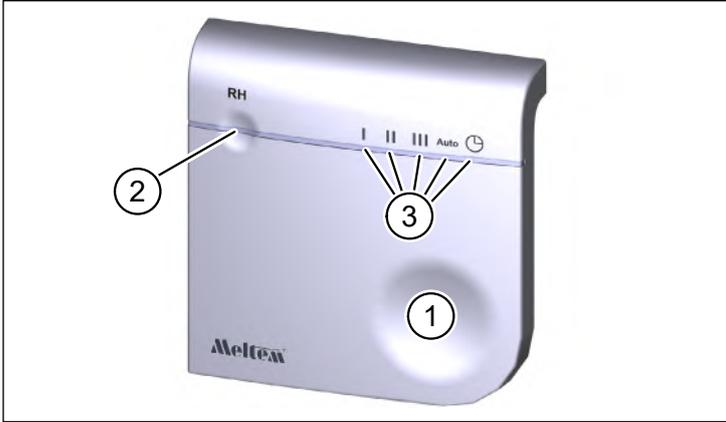

Abb. 1: Externer Funksensor Feuchte
| Pos. in Abb. 1 | Beschreibung |
Der Funksensor Feuchte dient zur kabellosen Bedienung von Lüftungsgeräten der Serien M-WRG-II und M-WRG ab Bj. 2020 (jeweils außer Typen RS-485). Gleichzeitig lässt sich die Feuchte an einem von Ihnen gewählten Montageort bestimmen, der innerhalb der Funkreichweite liegen muss. Die Lüftungsprogramme „Feuchteregelelung“ bzw. „Automatikbetrieb“ nutzen die übertragenen Messwerte, um die Luftleistung des Gerätes automatisch an den Lüftungsbedarf anpassen zu können. Pro Lüftungsgerät lässt sich ein Funksensor Feuchte anmelden. Falls das Lüftungsgerät über einen internen Feuchtesensor verfügt, wird dieser automatisch deaktiviert. Lüftungsgeräte ohne internen Feuchtesensor können mit dem Funksensor Feuchte um die Funktionalität der Feuchteregelelung erweitert werden. Mit der Bedientaste (Pos. 1 in Abb. 1) lassen sich fünf unterschiedliche Lüftungsstufen-/programme aktivieren. Die aktuelle Wahl wird durch eine der fünf grünen Mode-LEDs (Pos. 3 in Abb. 1) angezeigt. Die mehrfarbige Status-LED (Pos. 2 in Abb. 1) signalisiert Betriebszustände von Funksensor und Lüftungsgerät. Überschreitet in den Lüftungsprogrammen „Feuchteregelelung“ bzw. „Automatikbetrieb“ die relative Raumluftfeuchte 60 % rF (werkseitige Einstellung), wird die Lüftungsstufe kontinuierlich bis max. 60 m³/h erhöht, bis die Raumluftfeuchte wieder unter 60 % rF sinkt. Der Funksensor wird mit den mitgelieferten Dübeln und Schrauben an der Wand befestigt (siehe Abschnitt 4.1).
- ▶ Tippen Sie auf die Bedientaste (Pos. 1 in Abb. 1). Das Lüftungsgerät bestätigt den Verbindungsaufbau akustisch, die Status-LED blinkt grün.
- ▶ Tippen Sie auf die Bedientaste (Pos. 1 in Abb. 1), um den aktuellen Status abzufragen. Dieser wird durch die Status-LED (Pos. 2 in Abb. 1) und die Mode-LEDs (Pos. 3 in Abb. 1) signalisiert.
Die Status-LED (Pos. 2 in Abb. 1) kann nach Antippen der Bedientaste (Pos. 1 in Abb. 1) folgende Rückmeldungen absetzen: